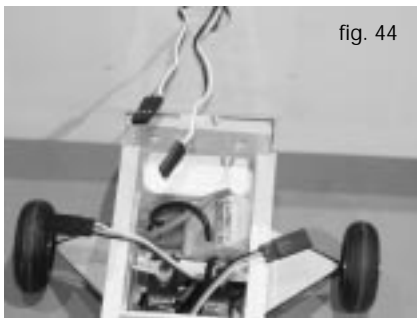

fig. 44
Place the (min. 5 ch) receiver under the servos and install 2 extension leads for the connection of the horizontal fin, see fig. 44.
*Plaats een (min. 5 kanaals) ontvanger onder de servos en voorzie 2 verlengkabels voor het aansluiten van de rolroeren, zie fig. 44.*
Placez le (min. 5 ch) récepteur sous les servos et installez 2 cables d'extension pour connecter le guignol sur les ailerons, voir fig. 44.
*Plazieren Sie dem (min. 5 Kan) Empfänger unter die Servos und bringen Sie 2 Verlängerungskabel ein für die befestigung des Querruder, sehen Sie fig. 44.*
Place the battery as shown on fig. 44.
*Plaats de batterij zoals afgebeeld in fig. 44.*
Placez les batteries comme montré aux la fig. 44.
*Plazieren Sie die Batterie wie gezeigt auf Fig. 44.*